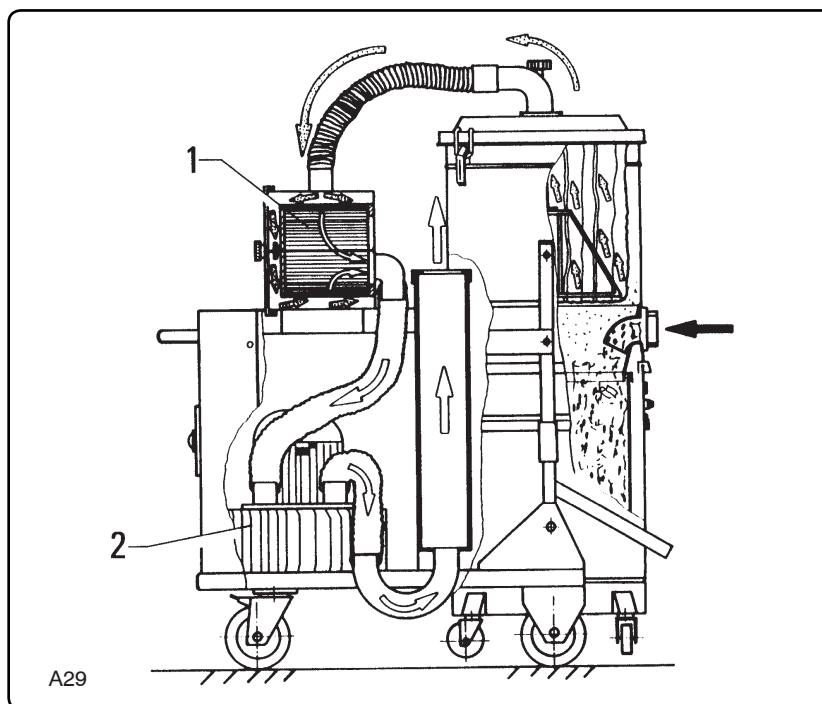

Fig. 6.8.1
6.8 - Filtro assoluto in aspirazione (categoria d'impiego K1) fig. 6.8.1
6.8 - Absolute filter on the intake (category of use K1) fig. 6.8.1
6.8 - Filtro absoluto en aspiración (categoria de empleo K1) fig. 6.8.1
6.8 - Absoluutfilter op de zuigleiding Toepassingsgebied K1 (afb. 6.8.1)